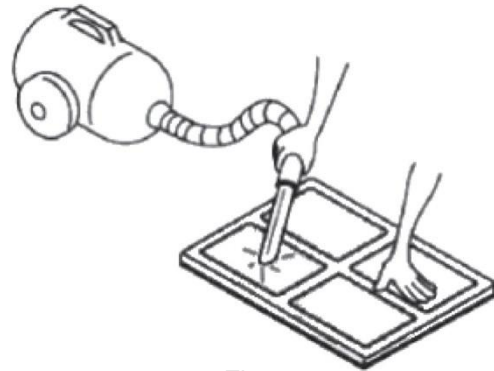

Fig. 2
- Il est préférable de nettoyer soigneusement le filtre à air sous l'eau tiède ou avec un aspirateur faiblement réglé (puissance d'aspiration). (Voir Fig. 2)